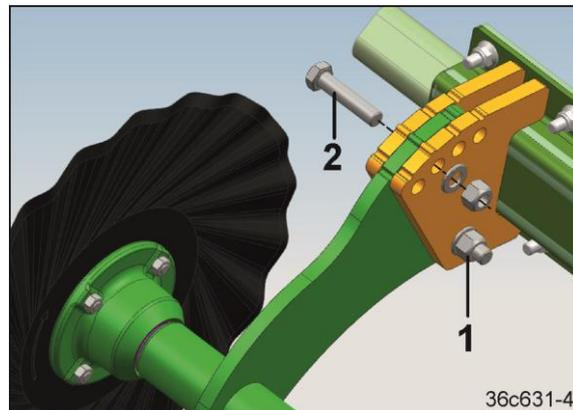

Fig. 224
2. Schraube (Fig. 224/1) lösen.
3. Schraube (Fig. 224/2) entsprechend umstecken.